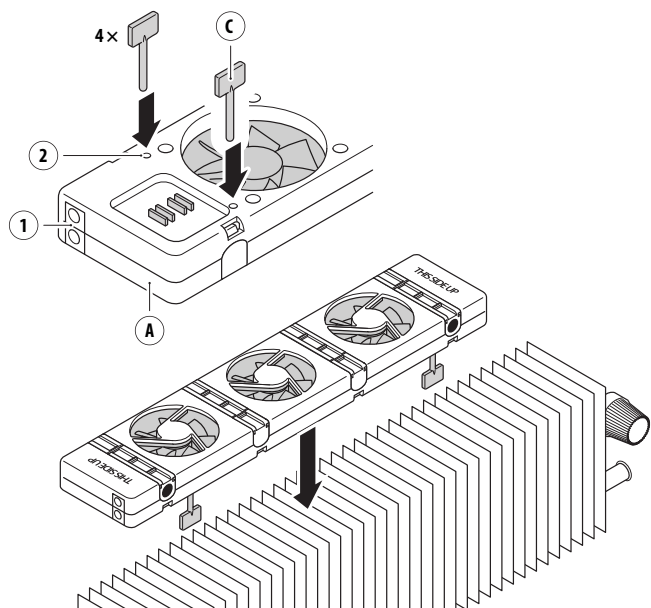

Fig. 8 – Fixation d'un pied (C).
1. Fixez les pieds (C) en les **insérant dans les encoches (2)** du **SpeedComfort (A)** (voir Fig. 8).